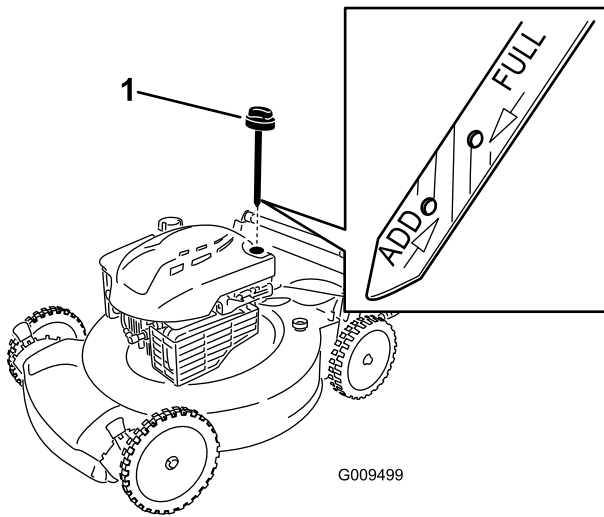

Figura 6
1. Retire la varilla (Figura 6).
2. Vierta lentamente aceite en el tubo de llenado hasta que el nivel llegue a la marca "Full" (lleno) de la varilla (Figura 6). **No llene demasiado.**